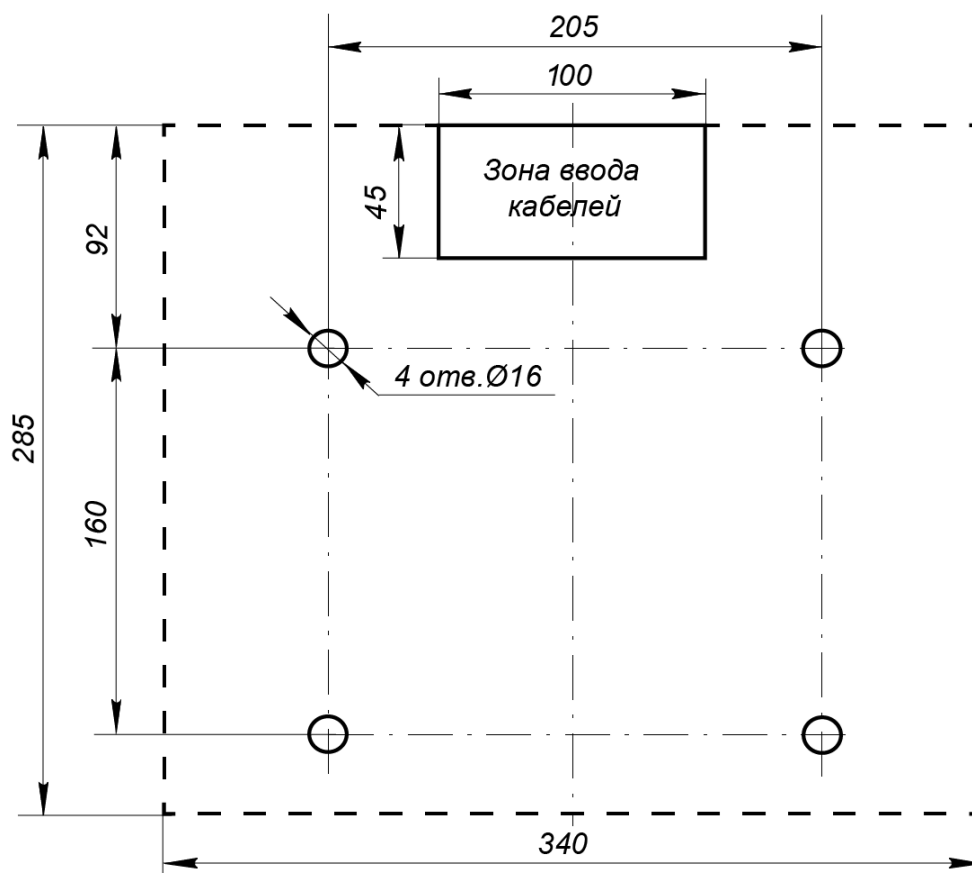
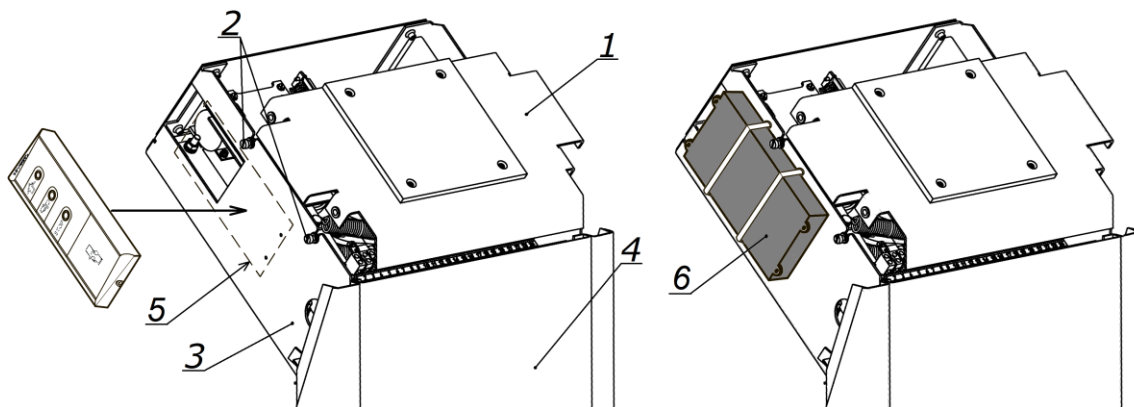

Рисунок 12. Разметка отверстий в полу под крепление стойки турникета (пунктиром показаны габариты основания)¹
Рисунок 13. Вид турникета без крышки, места установки считывателей
2. В соответствии со схемой, приведенной на рис. 12, произведите разметку и разделку отверстий в полу под гильзы анкеров (15) для крепления стойки турникета.
3. Произведите монтаж источник питания турникета (9) на отведенное для него место в соответствии с инструкцией в имеющейся на него эксплуатационной документации.
4. При необходимости прокладки кабелей под поверхностью пола подготовьте в полу кабельный канал к зоне ввода кабелей в стойку турникета. Расположение зоны ввода кабелей указано на схеме рис. 12.
5. Установите гильзы анкеров (15) в выполненные в полу отверстия так, чтобы они не выступали над поверхностью пола.
6. Снимите крышку турникета (2). Порядок снятия крышки см. в разд. 6.
7. Снимите усиливающую пластину (1, рис. 13). Для этого предварительно ослабьте отверткой шлицевой четыре винта крепления пластины (2, рис. 13).
8. Снимите заднюю стенку турникета (4, рис. 13). Для этого смещайте ее вверх вдоль стойки турникета, до тех пор, пока она не выйдет из зацепления со стойкой. Задняя стенка снабжена двумя парами зацепов, расположенными в ее верхней и нижней частях.
12. Подключите кабель (14) ПДУ (устройства РУ или контроллера СКУД) к выносной клеммной колодке **XS1**.
14. Подключите кабель питания (11) от источника питания турникета к выносной клеммной колодке **XS1**.
16. При необходимости произведите установку считывателей карт доступа на предусмотренные для этого места на стойке (5, рис. 13).
В каркасе турникета предусмотрены два резьбовых отверстия для крепления считывателей типа **PERCo-IR13**, **PERCo-IR19**, **PERCo-IR03.1**. Для установки других типов считывателей их можно установить на каркасе при помощи двустороннего скотча, а также при помощи винтов или хомутов, просверлив отверстия по месту (см. рис. 13). Для подключения считывателей используйте свободные контакты (15 - 24) клеммной колодки **XS1**.
3. Проверьте надежность крепления преграждающих планок (3) к маховику и при необходимости подтяните установочные винты крепления преграждающих планок (3).
5. Снимите крышку турникета (2) с блоками индикации согласно разд. 6.
6. Снимите усиливающую пластину (см. рис. 13). Для этого предварительно ослабьте отверткой шлицевой 4 винта крепления пластины.